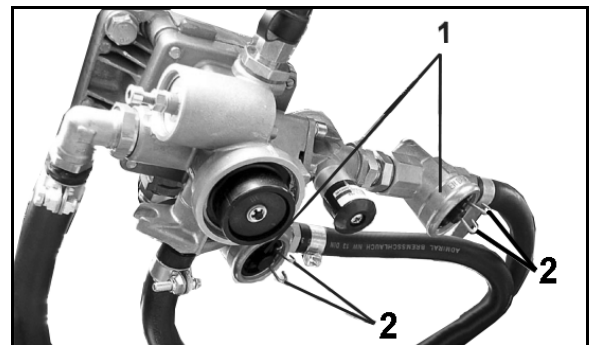

Bild 83
Rengör de två ledningsfiltren (Bild 83/1) en gång i kvartalet (oftare vid besvärliga användningsförhållanden). Gör så här:
1. Tryck ihop spärren (Bild 83/2) och ta ut spärrstycket med o-ring, tryckfjäder och filterinsats